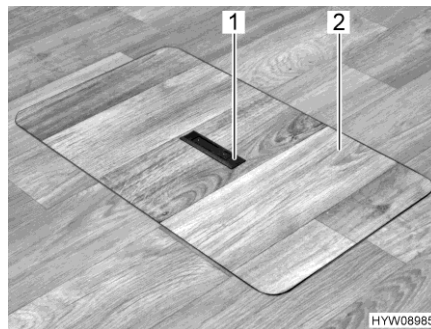
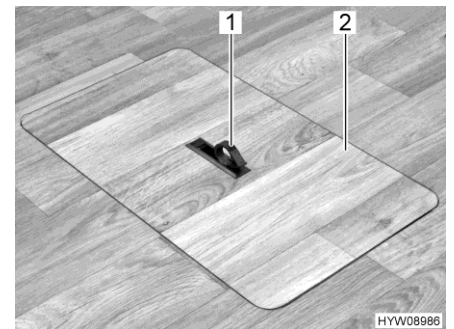

Bild 51 Lock för golvförvaringsfacket (handtag sänkt)
Bild 52 Lock för golvförvaringsfacket (handtag utsvängd)
- Tryck nedåt på ena sidan av gripplattan (Bild 51,1). Handtaget (Bild 52,1) svängs upp.
- Ta bort locket (Bild 52,2) uppåt.
- Sätt locket (Bild 52,2) i ramen i golvet.